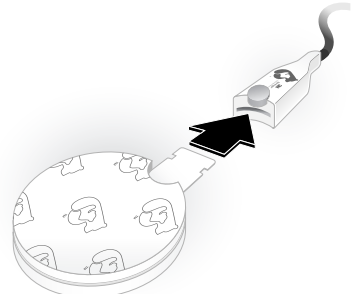

Abbildung 3-2: Den Sensor an das Sensorkabel anschließen
3. Den Sensor mit dem Steckverbinder des Sensorkabels verbinden. Sicherstellen, dass die Sensoreinheit ordnungsgemäß angeschlossen und vollständig in das Sensorkabel eingesteckt ist (siehe Abbildung 3-2). Die Anzeige auf der Kontrolleinheit wechselt zu „Betriebsbereit“, sobald der Sensoranschluss bestätigt wird.